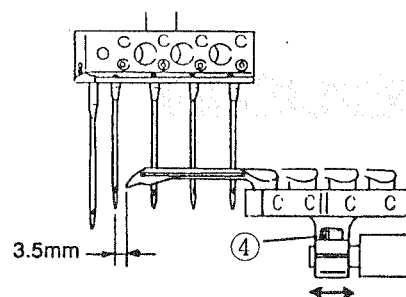

図 12
【2】針に対するルーパーの位置調節 (図 12~17)
- (1) ルーパー引き量の調節 (図 12)